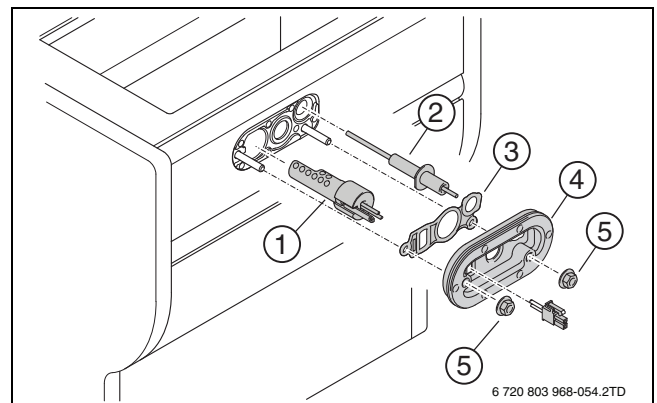

Рис. 59 Замена запального блока
- Каждые 4 года заменяйте уплотнение (→ рис. 59, [3]) и крышку с уплотнением (→ рис. 59, [4]).